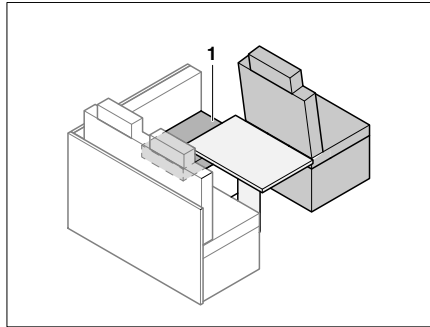

Fig. 187 Prima della trasformazione
- Spostare lateralmente il cuscino del divano (Fig. 187,1).